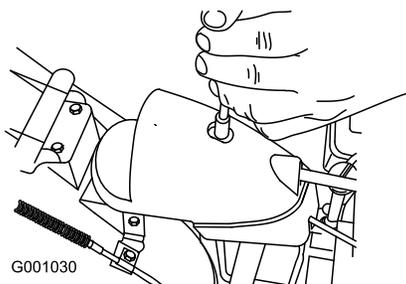

Рисунок 47
1. Снимите крепежные детали на крышке редуктора (Рисунок 47), поднимите переднюю часть крышки и сдвиньте ее дальше назад.